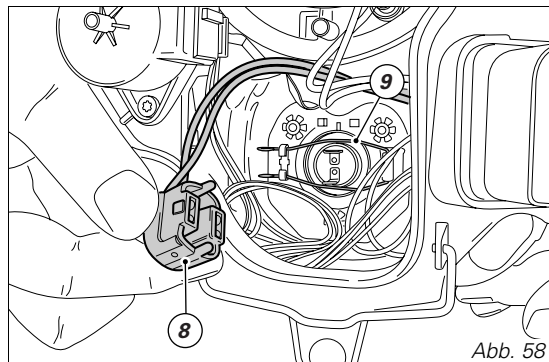

Abb. 58
Den Stecker (8) von den Anschlüssen der Fernlichtglühbirne abziehen (Abb. 58). Die Halteklammer (9) nach unten drücken, an ihren Enden zusammendrücken und aus der Lampenfassung lösen. Die Halteklammer (9) anheben.